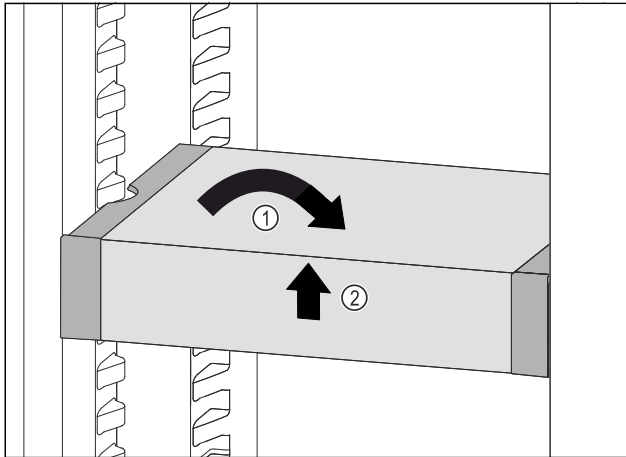

Fig. 100
- ▶ Állítsa egyenesbe a VarioSafe fiókot. Fig. 100 (1)
- ▶ Elöl emelje meg a VarioSafe fiókot. Fig. 100 (2)